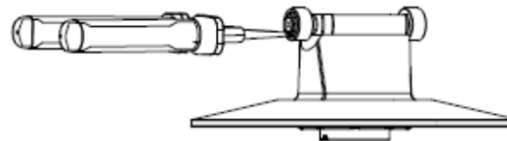

Figure 21
- À l'aide de la pince à anneau élastique, retirez les 2 segments d'arrêt extérieurs ⑤ du flasque coulissant ② (figure 21).